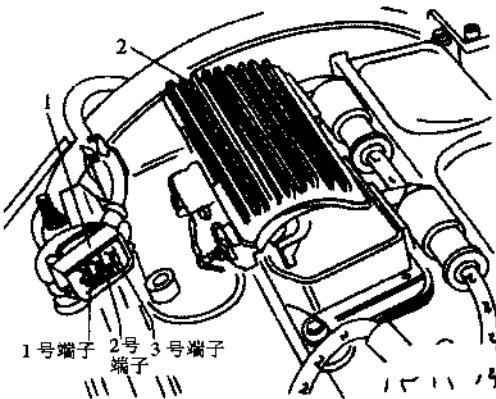

图 2.45 拔下点火线圈的功率终端极插头
① 检测点火线圈供电电压，拔下点火线圈的插头，如图 2.45 所示，打开点火开关，检测插头上的 2 号端子与发动机接地线间的电压，应为蓄电池电压（不低于 11.5V）。
② 若供电电压不正常，则检测其线路。关闭点火开关，将检测箱接入系统电路中。检测点火线圈插头上的 1 号端子、3 号端子与检测箱 78 号、71 号插孔间的导通情况，正常为导通（电阻值  $1.5\Omega$ ）；检测点火线圈插头上 2 号端子与继电器板间的线路的导通情况，正常为导通（电阻值  $1.5\Omega$ ）。
③ 检测发动机电子控制单元（ECU）的控制信号。拔下喷油器插头，用测试灯分别将点火线圈插头上的 1 号端子、3 号端子与发动机接地线相连接，用启动机带动发动机转动，正常时，测试灯应闪亮。
④ 测试灯若不闪亮，而点火线圈的供电电压及其线路正常，表明发动机电子控制单元（ECU）有故障，应予以更换。
⑤ 测试灯若闪亮，而对火花塞做电火花试验时火花塞不跳火，表明点火线圈有故障，应予以更换。